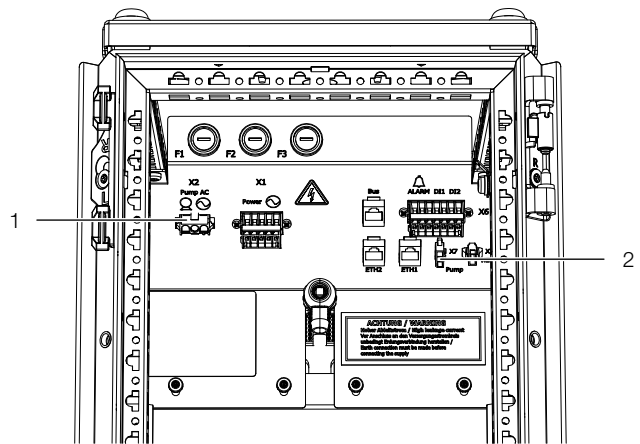

Imagen 68: Puntos de conexión – Versión global
■ Tiende el cable c.c. y c.a. de la bomba de condensación por separado hacia arriba, hacia las bases de conexión del LCP (imagen 68).